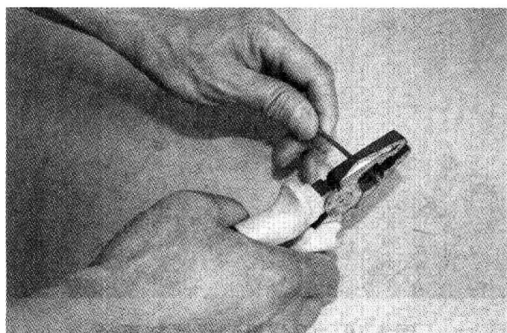

图1-11 钢丝钳剥削绝缘层
(1) 左手捏导线,右手握钢丝钳,将须剥削绝缘层的导线根据长度放在钢丝钳的刃口上(通常剥削单股导线绝缘层的长度为线芯直径的70倍),右手要用一点力,但是手上要有感觉,这一点力既要卡住导线的绝缘层,又不能损伤线芯,如图1-11所示。
(2) 用手握住钢丝钳的头部用力向外勒出塑料绝缘层。
(3) 检查导线的线芯,要确保完好无损,否则重新操作。